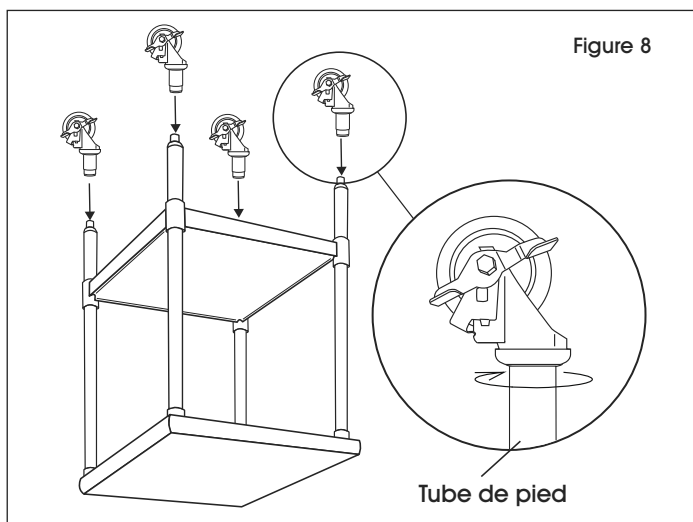

Figure 8
4. Une fois la roulette complètement insérée dans le pied, tournez dans le sens horaire jusqu'à ce que la roulette soit fixée au tube de pied. (Voir Figure 8)